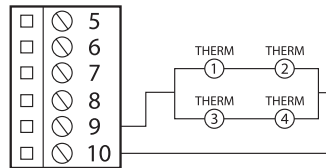
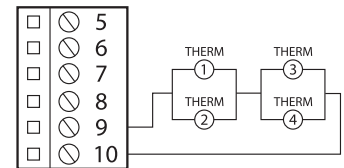

Figure 7 - Lecture moyenne de sondes multiples (Série - Parallèle)
Figure 8 - Lecture moyenne de sondes multiples (Parallèle - Série)
- Raccordement : Branchez les sondes (thermistance 10K Ω type 3) en logique série-parallèle (voir Fig. 7), ou parallèle-série (voir fig. 8), aux bornes 9 et 10